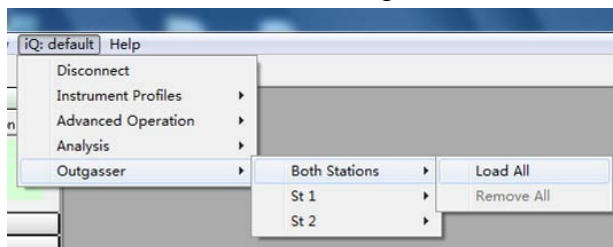
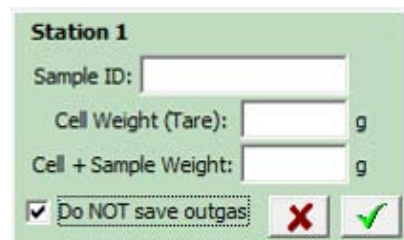

图 8
图 9
- 7) 设置两脱气站同时脱气时，点击 iQ:default>>Outgasser>>Both Stations>>Load All(图 8)；设置单一脱气站脱气时，点击 iQ:default>>Outgasser>>St 1/St 2>> Load。在弹出的对话框中选择“Do not save outgas”，并点选“√”，开始脱气（图 9）。